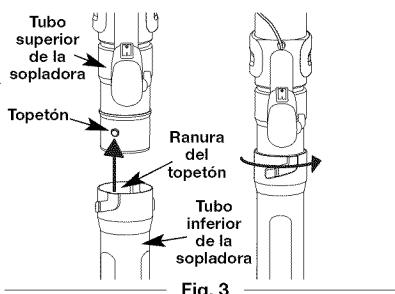

Fig. 3
- Inserte el tope del tubo superior de la sopladora en la ranura de tope de la tubo inferior de la sopladora (Fig. 3).
- Mientras que sostiene el tubo superior del soplador, tuerza el tubo más bajo del soplador a la derecha hasta que se trabe en lugar (Fig. 3).